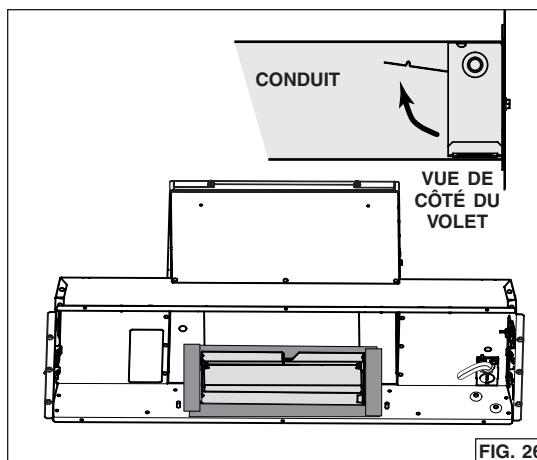

FIG. 26
- Par l'intérieur de la hotte, glisser l'adaptateur/volet de 3 1/4 po x 10 po dans le conduit horizontal, puis le fixer à la hotte à l'aide de ruban adhésif de métal tout autour de celui-ci (FIG. 26). S'assurer que le volet ouvre tel qu'il est illustré dans la vue de côté du volet.